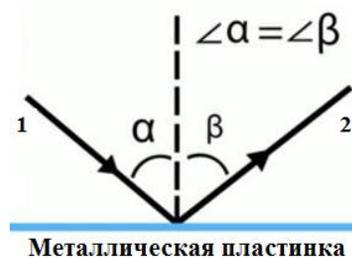

Рис. 1.
1. Отражение электромагнитных волн – явление, возникающее при падении электромагнитной волны на металлическую пластинку и состоящее в образовании волн, распространяющихся от металлической пластинки в ту же среду, из которой пришла падающая волна. Падающая волна вызывает колебания электронов в металлической пластинке, что приводит к возникновению отраженной волны. Пусть луч 1 будет лучом падающей волны, а луч 2 – лучом отраженной волны, при этом угол отражения β равен углу падения волны α (рис. 1).